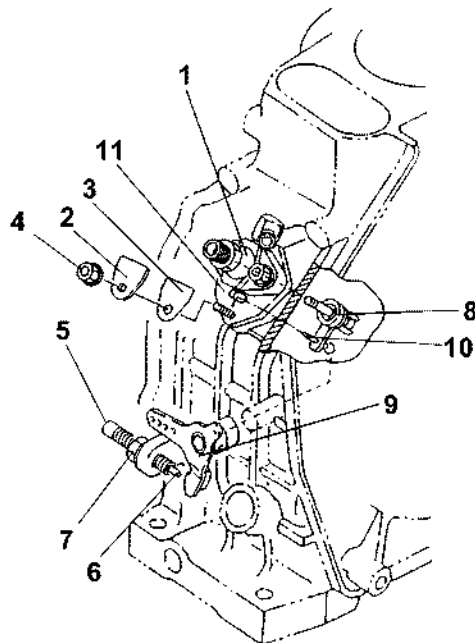

Рис. 48
1. Снимите крышку (Рис. 48, (2)) топливного насоса высокого давления (Рис. 48, (1)) и прокладку (Рис. 48, (3)) вместе с гайкой (Рис. 48, (4)).
2. Проверьте работу наконечника (Рис. 48, (6)), установленного на ограничитель топлива (Рис. 48, (5)), и затем выкрутите гайку (Рис. 48, (7)).
3. Управляйте рычагом регулировки (Рис. 48, (9)), соединенным с рычагом управления (Рис. 48, (8)) топливного насоса высокого давления, чтобы установить иглу (Рис. 48, (10)) в соответствии с отметкой (Рис. 48, (11)), указанной на смотровом окне топливного насоса.